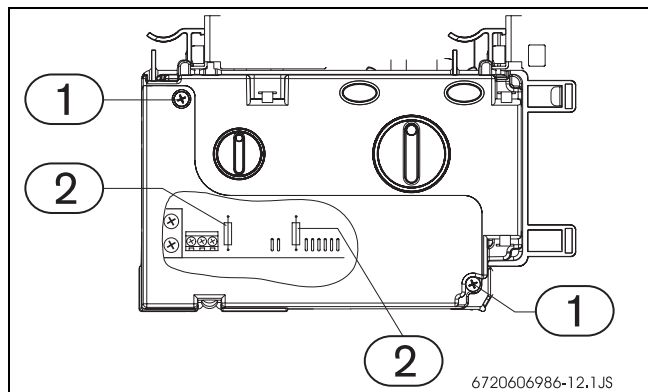

Fig. 23 Boîtier de commande
- Retirer les vis du boîtier (Fig. 23, rep. 1) et enlever le couvercle.
- Remplacer les fusibles (Fig. 23, rep. 2).